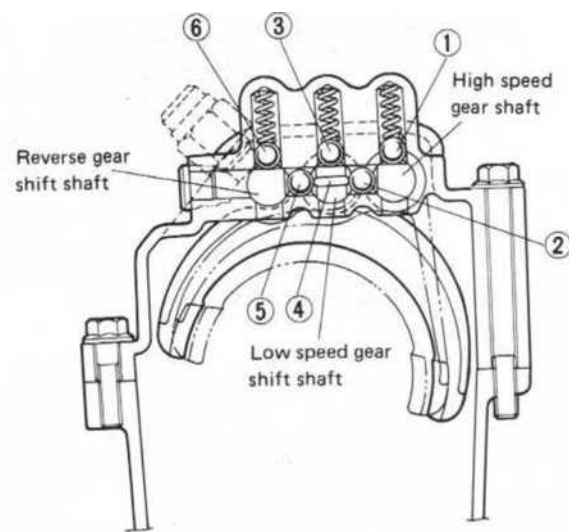

Fig. 13-5-21
Tenga en cuenta que 3 ejes de desplazamiento tienen individualmente una bola de la localización y la localización de primavera, y que las bolas de enclavamiento 2 y un rodillo de enclavamiento se utilizan entre los ejes, como se muestra en la Fig. 13-5-21.
- 1) Instale 3 muelles de posicionamiento en 3 agujeros en mayúsculas. Montar localizar bola ((f) en la Fig. 13-5-21) en la parte superior de la localización de la primavera en el agujero.
bola de enclavamiento rsta (© e n Fig. 13-5-21) Bola de localización ((. Din Fig 13-5-21) en -
coer caso. Después de instalar el rodillo de bloqueo de l 4 en la Fig. 13-5-21) en baja velocidad de cambio de marcha y inserte el eje en mayúsculas aescrbed como en 2) y 3).
zBola de enclavamiento --T3 (© e n Fig. 13-5-21) r
~ c localizar bola ((6) en la Fig. 13-5-21) en zœ'caso.